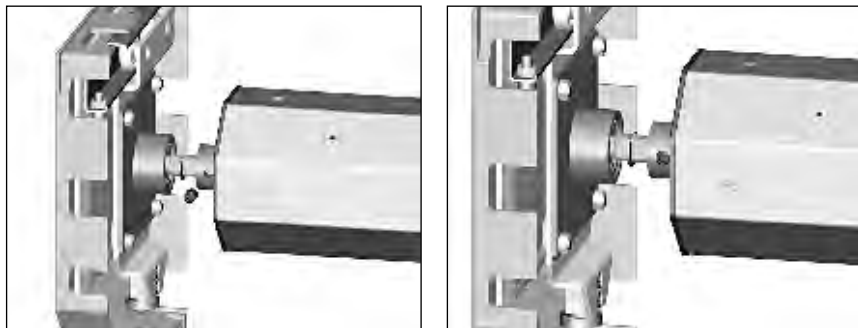

Рис.4.2 Установка несущего стержня в подшипник и разметка места под засверловку.
- отвернуть установочный винт капсулы и выдвинуть несущий стержень до упора в подшипник (рис.4.2); стержень не должен доходить до упора во внутреннюю обойму подшипника на 1-2 мм;
5.6. Установить вал роллеты (рис.4.2):